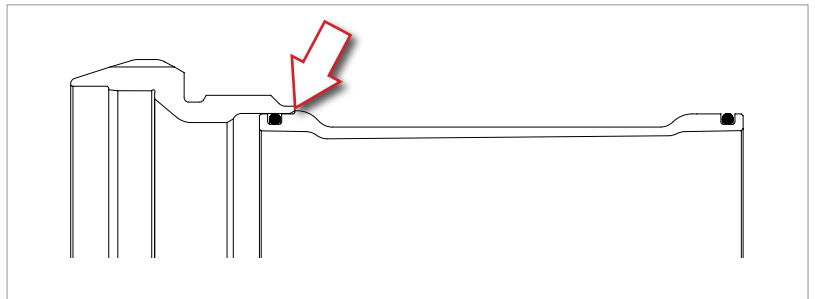

Abb.2
- Achten Sie darauf, dass die Lagerschale am Profil im Rohr anliegt (Abb. 2).